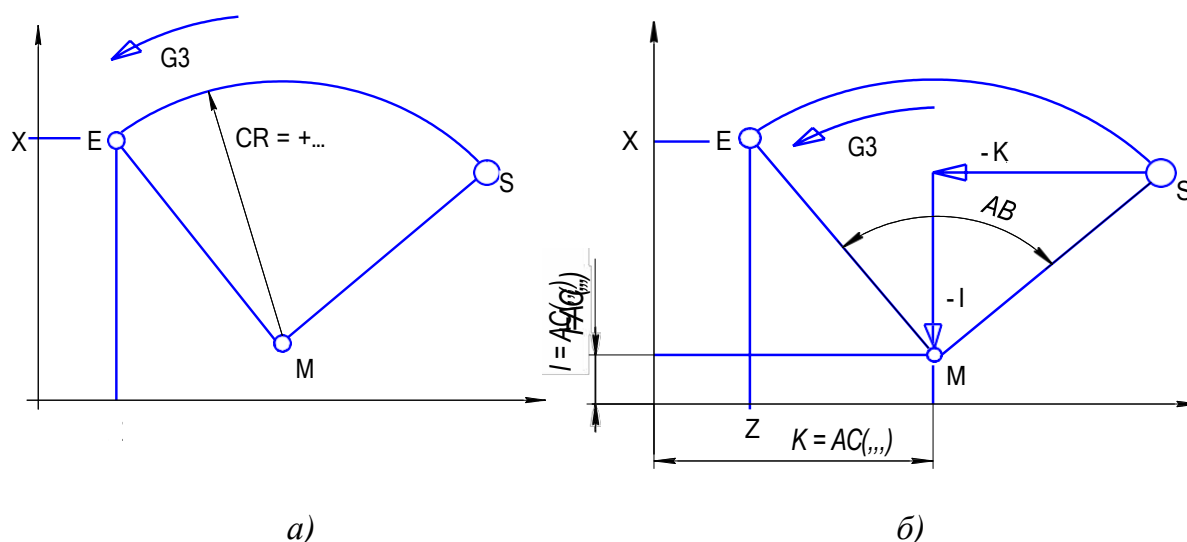

Рис. 23. Программирование с использованием начальной, конечной и центральной точек круга (а) или с конечной точкой и углом (б)
**Программирование с использованием начальной, конечной и центральной точек круга** (рис. 23, а) или **конечной точкой и углом** (рис. 23, б) осуществляется в формате следующего кадра: